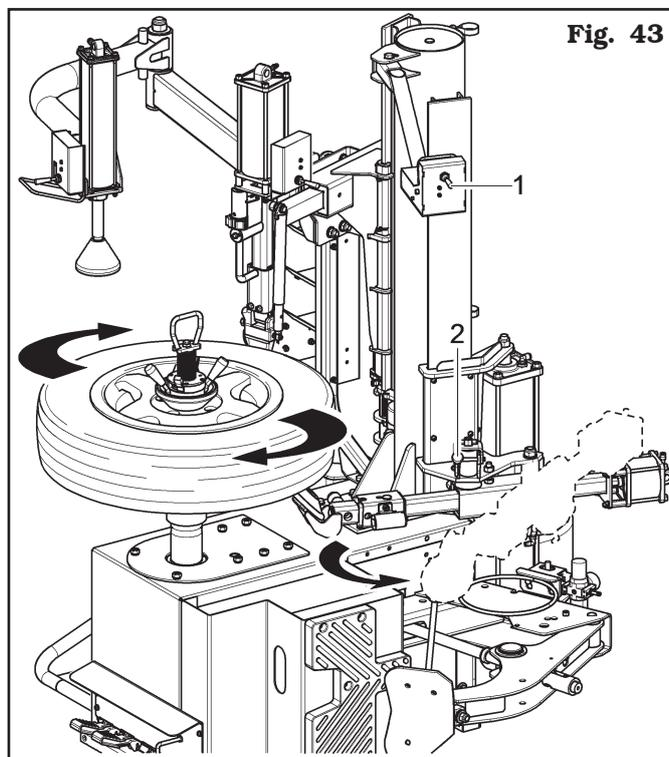

Fig. 43
7. solo a questo punto far girare la ruota in senso orario premendo il pedale (**Fig. 22 rif. 3**). Continuare la rotazione della ruota fino ad operazione completata (vedi **Fig. 43**);
8. terminata la stallonatura della parte inferiore, riportare il rullo stallonatore nella posizione di riposo premendo verso il basso la leva (**Fig. 43 rif. 1**) e premendo la leva (**Fig. 43 rif. 2**).